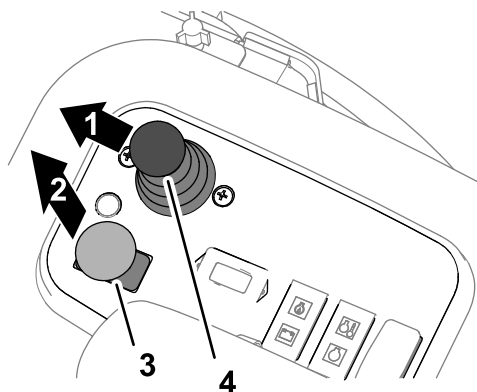

Figura 100
3. Deplasați maneta de comandă pentru ridicarea/coborârea lamei de cosit înainte (Figura 100).